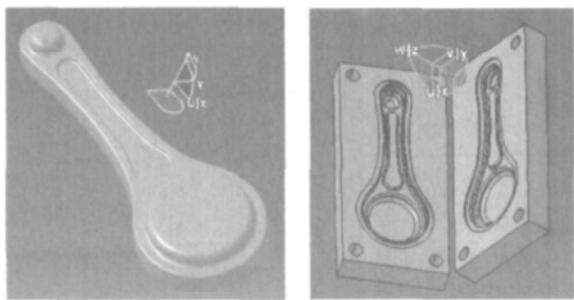

图2 终锻三维造型 图3 终锻毛坯上下模芯造型
拉伸、剪切、扫描、放样、倒圆、曲面缝合、布尔运算、拔模和抽壳等命令,完成锻造产品三维造型(见图 2)。
下面以锻造终锻模具为例说明模具设计过程：①导入三维终锻产品造型（见图2）（即终锻毛坯三维造型）。②设定材料热收缩率。③建立分模线和分型面。④由三维终锻产品图通过抽壳、分割或布尔运算等命令完成上下模型腔基本体设计（见图3）。⑤借助 Qform 数字模拟软件进行锻造过程模拟分析。⑥如模拟中发现问题，需要重新修改各个工序的模具型腔直到模拟没有问题为止。⑦设计模具连接板和模架等附件。⑧装配各个部件，然后通过运动模拟，检查是否有干涉。⑨创建模具工程图和标注尺寸。⑩出图、晒蓝图。